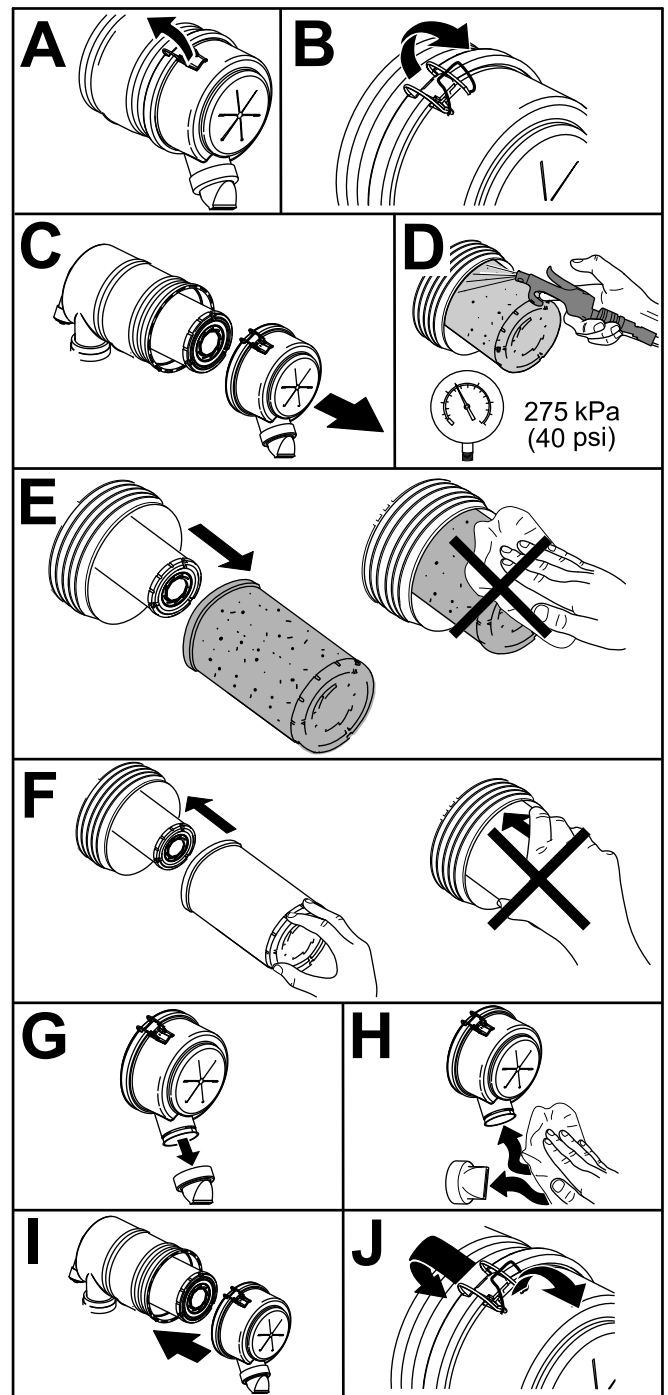

**Bild 52**
1. Wechseln Sie den Luftfiltereinsatz aus (**Bild 52**).